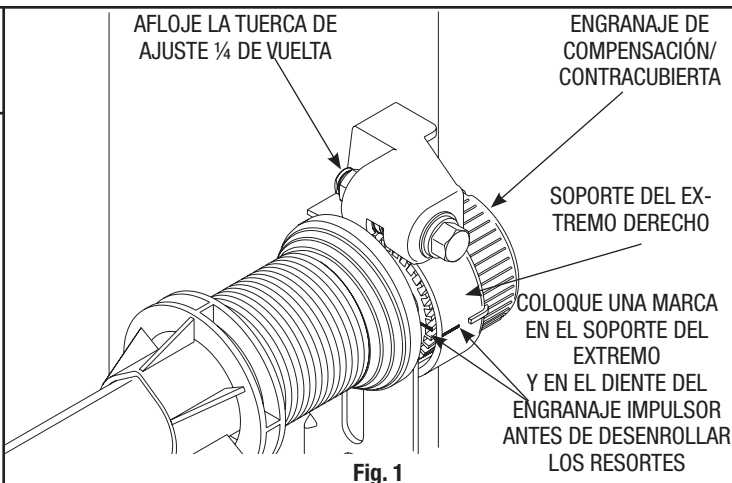

Fig. 1
Paso 1: Si tiene una contracubierta negra: Coloque una marca en el diente del engranaje impulsor y otra marca contigua en el soporte del extremo derecho (Fig. 1). Afloje ¼ de vuelta la tuerca de ajuste con una llave de 7/16" y siga con el paso 2. **Si tiene una contracubierta gris:** Afloje ¼ de vuelta la tuerca de ajuste con una llave inglesa de 7/16" y siga con el paso 2.